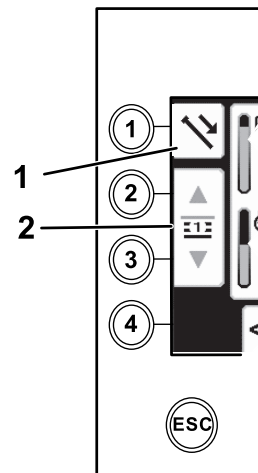

Рисунок 25
1. Нажмите кнопку 1 для выбора опции Push (Проталкивание) трубы (Рисунок 25).
2. Нажмите кнопки 2 и 3 для выбора ряда, откуда вы хотите взять трубу (Рисунок 25).